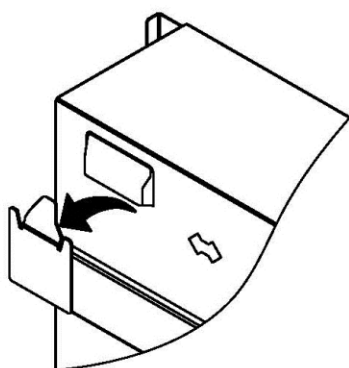

Fig.3
- Heben Sie das Heizgerät vorsichtig an und achten Sie darauf, dass die beiden oberen hinteren Schlitz des Heizgeräts in die Wandhalterung eingreifen (siehe Fig.3) und mittig sitzen.